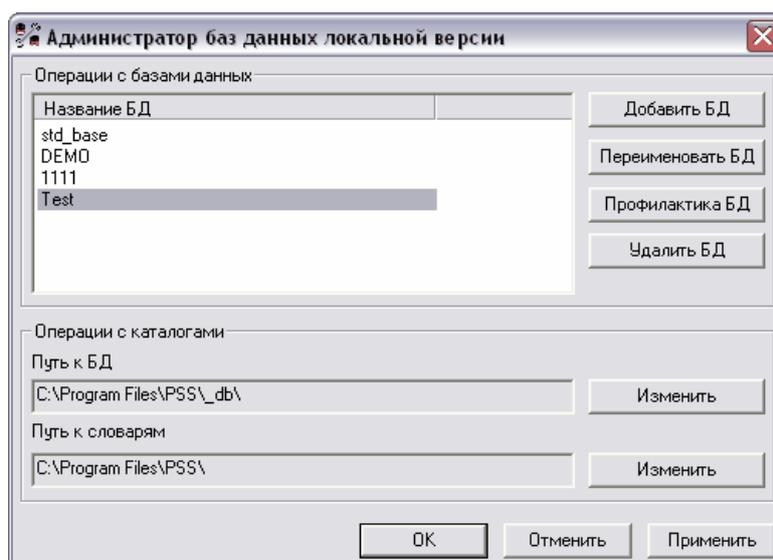
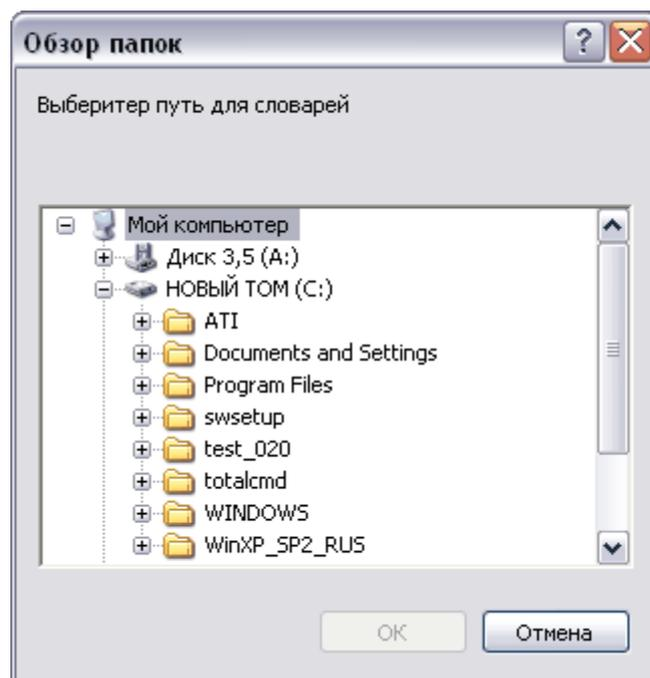

Рис. 6.
Рис. 10. Изменение пути к словарю
- Нажмите на кнопку **Ок**. Созданная база появится в списке БД (Рис. 6). Если БД создавалась на основе файла, то файлы БД источника будут скопированы в папку с локальными базами данных.
Для изменения пути нажмите на кнопку **Изменить**, находящуюся справа от поля отображения путей (Рис. 6). При этом появится окно изменения пути (Рис. 10).